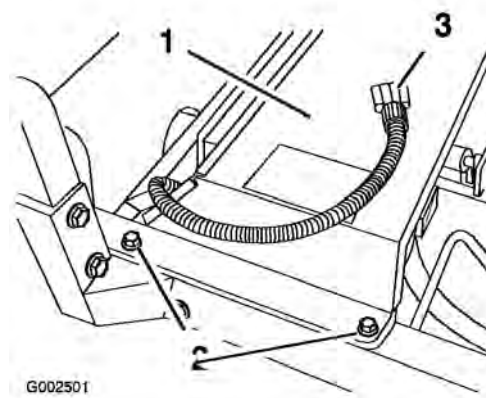

Figura 16
2. Montate il gruppo copriradiatore sopra il radiatore del veicolo (Figura 16).